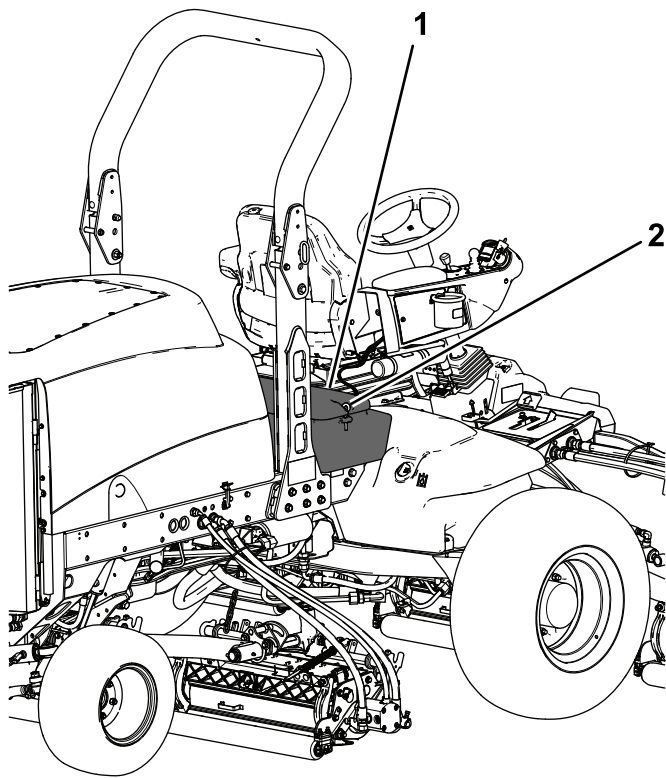

Figure 85
2. Déverrouillez et soulevez le panneau de la console (Figure 85).